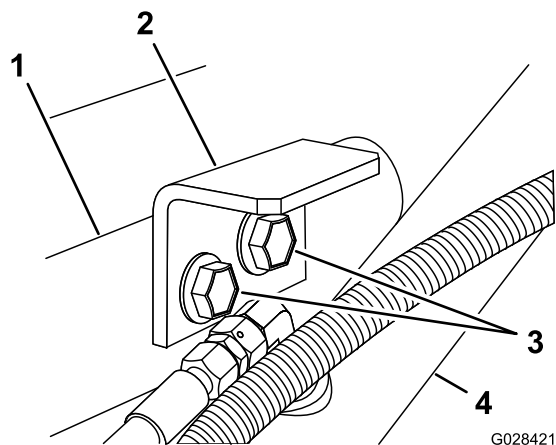

Figura 7
3. Asamblați suporturile de fixare pentru a susține consola i cadrul, folosind cele 2 uruburi cu guler i contrapiuliile cu guler demontate la pasul 1 (Figura 7).